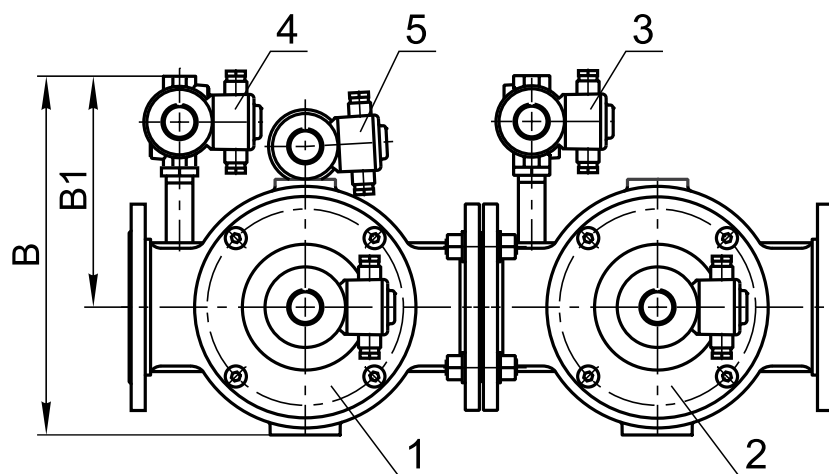

Рис. 23-42
Клапаны свечи безопасности и запальной горелки могут располагаться справа по ходу газа (рис. 23-41) или слева (рис. 23-42).
* Габаритный размер «В» (ширина) приведен для правого исполнения блоков (рис. 23-41). Для левого исполнения блоков (рис. 23-42) данный размер необходимо уменьшить на 75 мм.